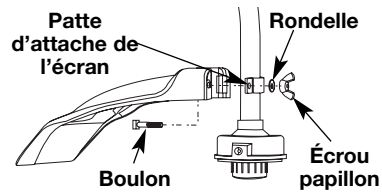

Fig. 5
2. De l'intérieur de l'écran de l'accessoire de coupe, poussez le boulon carré dans le trou jusqu'à ce que l'extrémité fileté dépasse de la patte d'attache de l'écran (Fig. 5).